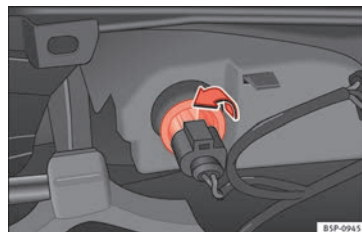

Fig. 188 Piloto por el lado interior del parachoques.
- Gire el portalámparas a la izquierda y extraígallo en el sentido de la flecha » fig. 188.